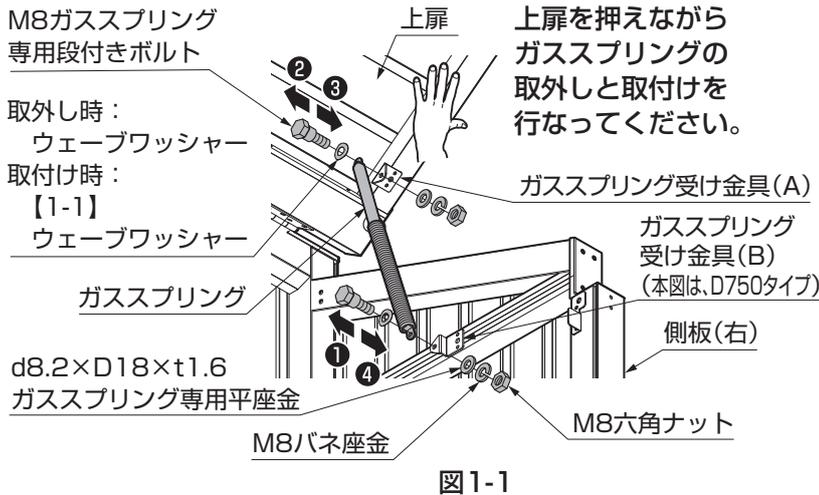

図1-1
①図1-1を参照してガスプリングを取外してください。
②図1-1を参照してガスプリングを取付けてください。